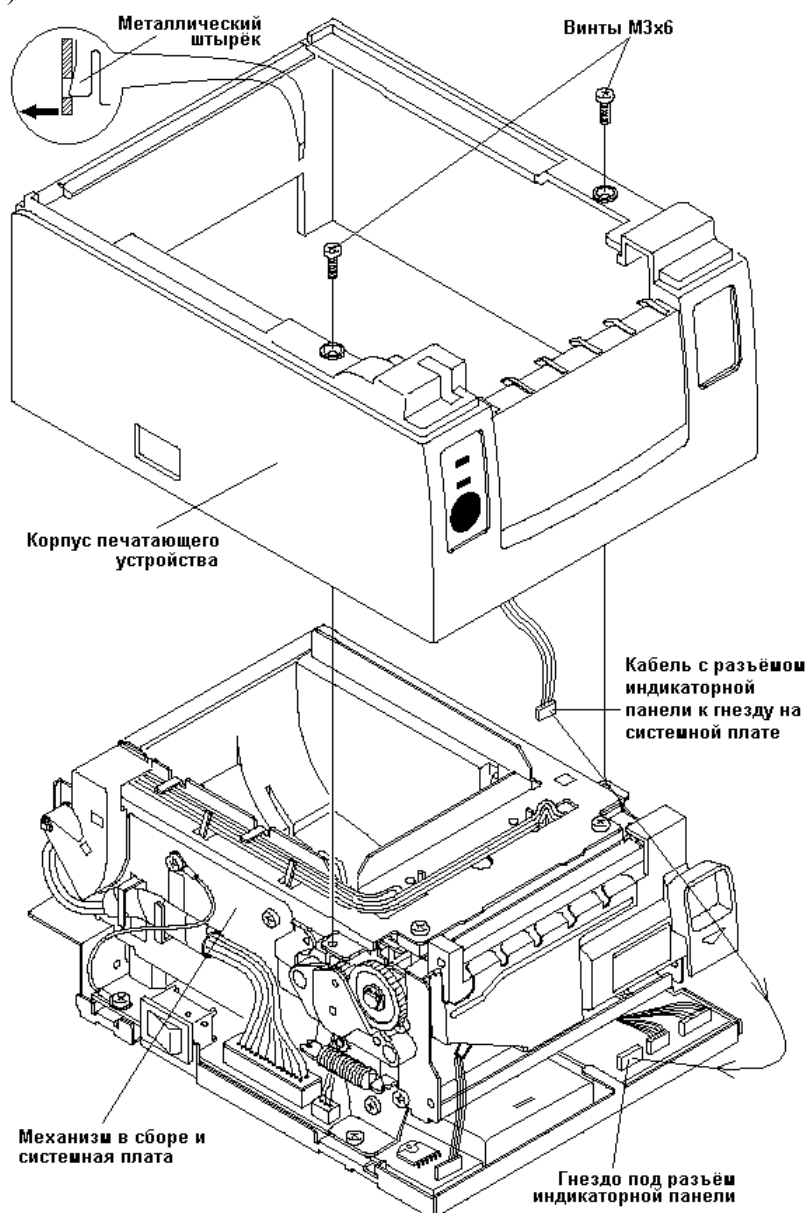

Рисунок 4 Корпус печатающего устройства
Отсоединение пластмассового корпуса печатающего устройства (см. Рис. 4):
2. Открутите два винта М3х6 (см. Рис. 4), которые удерживают пластмассовый корпус.
3. Отогните заднюю часть пластмассового корпуса так, чтобы металлические штырьки вышли из прямоугольных отверстий на задней части корпуса (см. Рис. 4).
5. Так как индикаторная панель соединена кабелем с системной платой, то прежде чем полностью снять пластмассовый корпус печатающего устройства, необходимо отсоединить разъём кабеля индикаторной панели от гнезда на системной плате (см. Рис. 4).